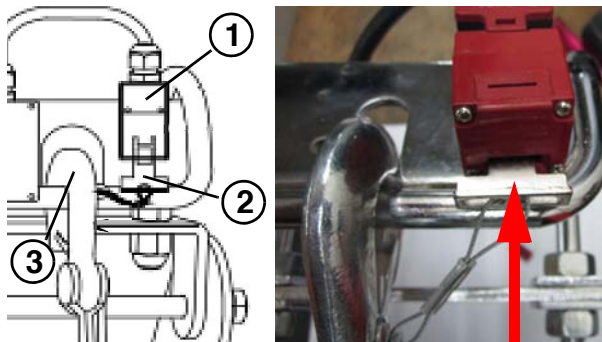

Abb. 5: Sicherheitskontakt 2 in den Sicherheitsschalter 1 einstecken
Schritt 2: Den Sicherungshaken (3, Abb. 5) in den Aufhängbügel einhängen und den Sicherheitskontakt (2) in den Sicherheitsschalter (1) einstecken (zuvor die Abdeckung an der Unterseite des Sicherheitsschalters entfernen).